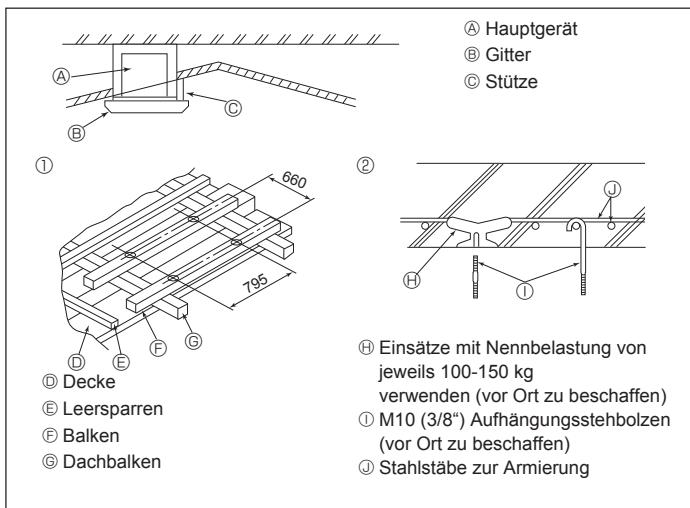

Fig. 3-5
⑧ Isolierung
⑨ Gewindestreuschrauben 14-4×10
3.5. Bauliche Gestaltung der Aufhängung (Baustuktur der Aufhängung muß hoch belastbar sein) (Fig. 3-5)